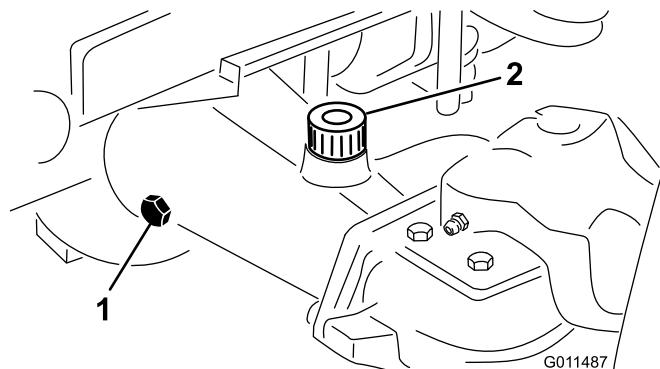

Figura 15
- Togliete il tappo di controllo da un'estremità del ponte (Figura 15) e verificate che il lubrificante raggiunga la base del foro. Se il livello è basso, togliete il tappo di riempimento (Figura 15) e rabboccate con lubrificante finché non raggiunge la base del foro del tappo di controllo.